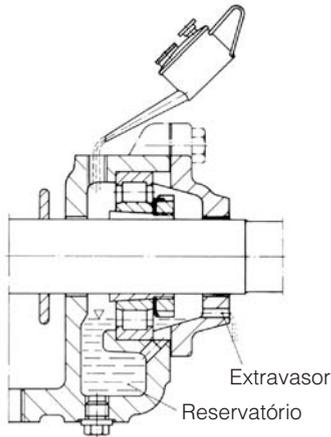

Fig. 25 - Colocação de óleo no mancal
- Completar com óleo através do furo da parte superior, até que vaze pelo extravasor da tampa do mancal (vide Fig. 25).